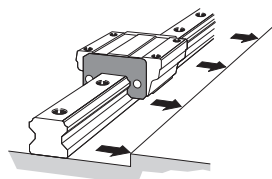

図7 基準面の突きあて
- (2) LMレールをベース上に静かにのせ、LMレールが取付面に軽く密着する程度にボルトを仮締めします。(ベースの横基準面にはLMレールの線引きマーク側を突きあてます。)(図7)